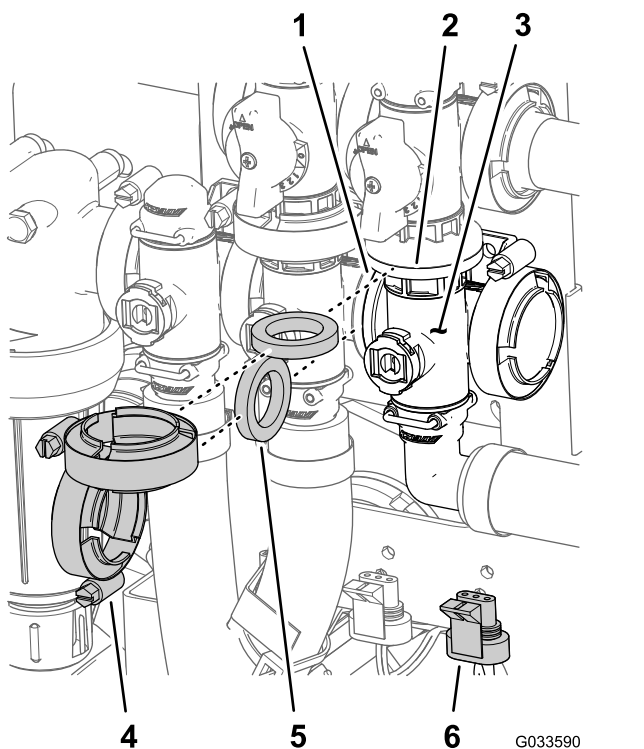

Figura 114
1. Retire as braçadeiras de flange e as juntas que fixam o coletor da válvula da rampa principal (Figura 114) à válvula de derivação da rampa principal, válvula de agitação e cotovelo flangeado de 90° (na extremidade do tubo do fluxímetro).